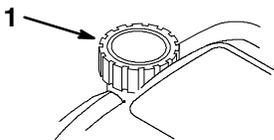

Figure 6
1. Nettoyez la surface autour du bouchon du réservoir de carburant (Fig. 6).